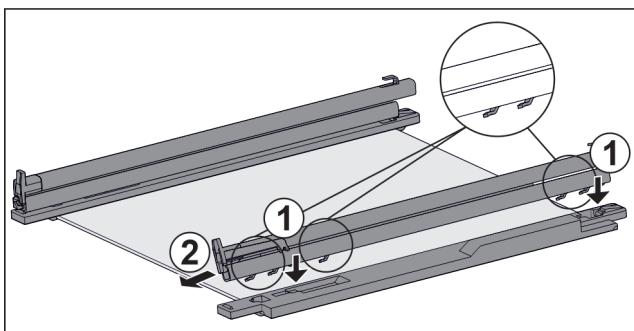

Fig. 61 Стъклена плоча с релси и задържащи части
- Поставете куките на релсата върху отворите на **лявата** задържаща част. Fig. 61 (1)
- Издърпайте релсата напред. Fig. 61 (2)
- Поставете куките на релсата върху отворите на **дясната** задържаща част. Fig. 61 (1)